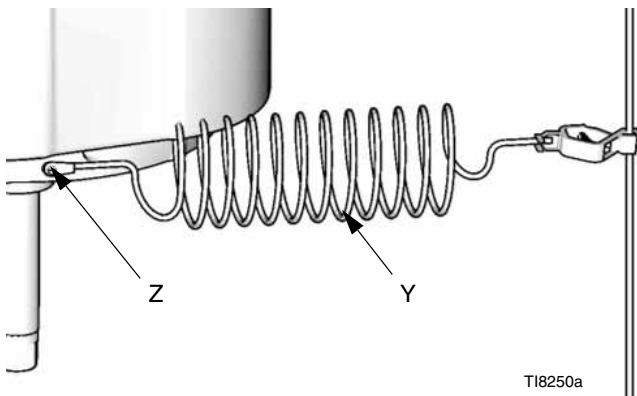

FIG. 1
Bomba: Use el tornillo de conexión a tierra (Z) y la arandela de seguridad del motor para fijar el cable de conexión a tierra 244524 (Y). Apriete el tornillo firmemente. Conecte el otro extremo del cable de conexión a tierra a una tierra verdadera. Vea la FIG. 1.